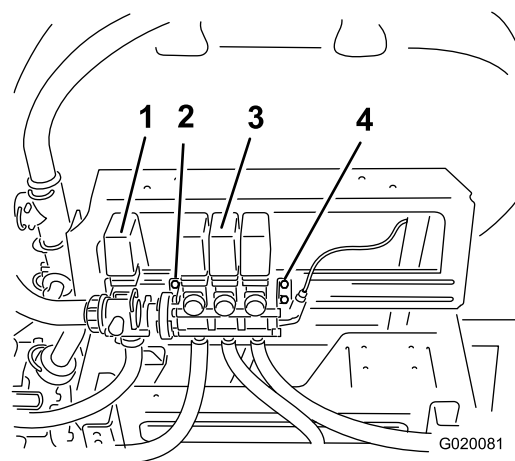
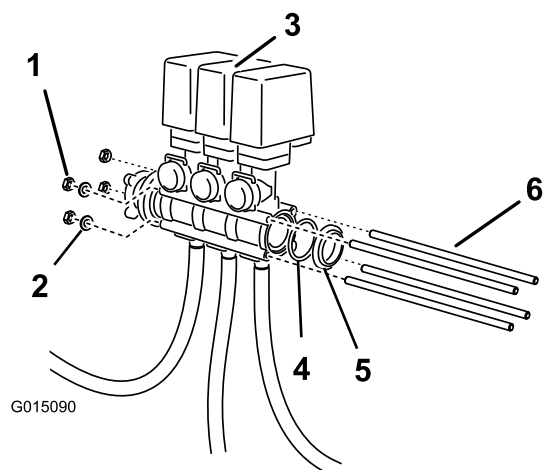

図 4
図 6
1. ブーム・バルブ・アセンブリを右側取り付けブラケットに固定しているボルトをゆるめる (外さないこと) (図 4)。
8. ブーム・バイパス・バルブのボディについている穴に、ねじ山付きのロッドを通し、取り付けレールに近い方のロッド 2 本については、左側取り付けブラケットに通す（図 4 と 図 6）。